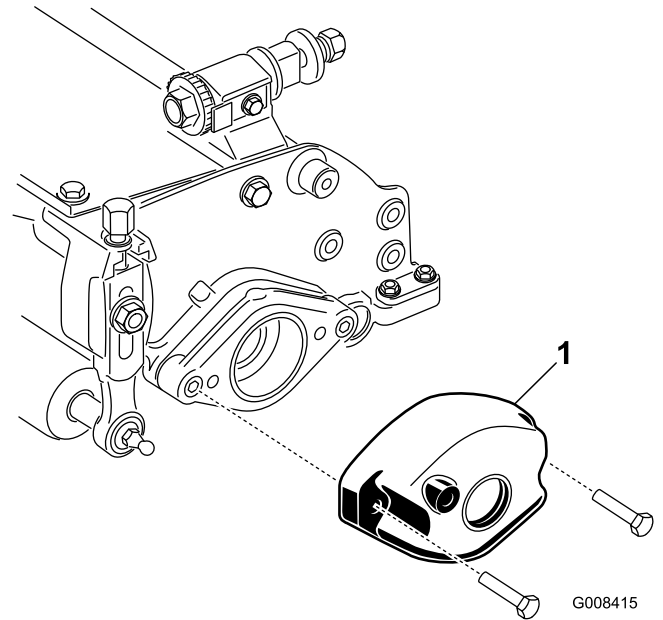

図 13
- A. カウンタ・ウェイトをカuttingユニットの左側に固定しているボルト (2 本) を外す。カウンタ・ウェイトを取り外す (図 13)。